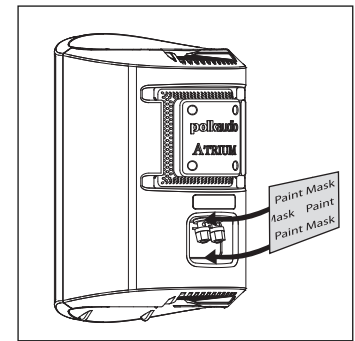
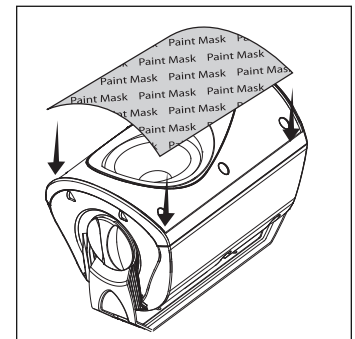

FIGURA 6: Proteja os terminais de conexão localizados atrás da caixa acústica.
FIGURA 7: Proteja os alto-falantes e sonoflectores.
2. Proteja os terminais de conexão localizados atrás da caixa acústica [figura 6], os painéis das extremidades e os botões do suporte. Proteja bem a parte frontal da caixa acústica para evitar pintar os alto-falantes e sonoflectores [figura 7]. A grade tem um logotipo que pode ser protegido caso não queira pintá-lo.